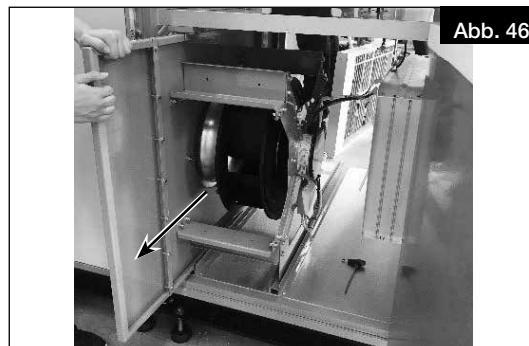

Abb. 46
4. Ventilator langsam und vorsichtig ausbauen, s. Abb. 46.